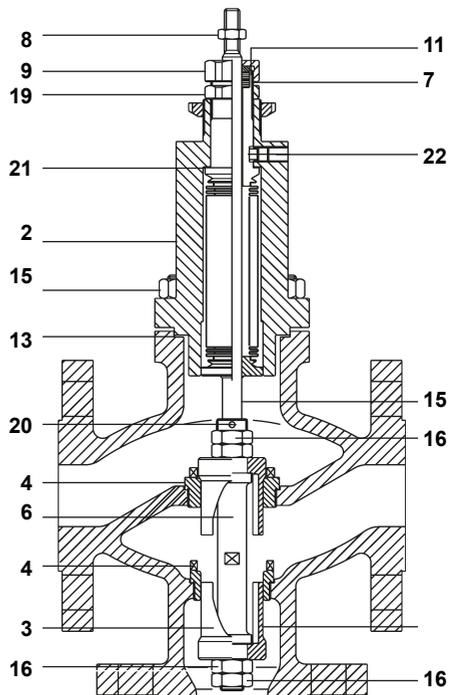

Fig. 10 - Valvola deviatrica
4.3.3 Procedura per sostituire il gruppo soffiето - stelo - otturatore e sedi - Valvole deviatrici (Fig. 10)
- c) Rimuovere il dado (8).
- d) Tenendo il distanziale (6) con una chiave piana applicata ai piani fresati, svitare il dado e controdado di bloccaggio (16) dell'otturatore inferiore (3). Nel caso i piani sul distanziale non siano facilmente accessibili, montare un controdado sull'asta (5) e serrarlo contro il dado (8), applicare la chiave e smontare il dado (16). Sfilare l'otturatore inferiore dalla sede.
- e) Rimuovere i dadi del coperchio (15). Sfilare il coperchio (2) completo dell'assieme soffiето-stelo-otturatore superiore (5).
- f) Rimuovere il dado (9) e la bussola premistoppa (11), estrarre gli anelli di tenuta (17). Svitare il dado di bloccaggio (19) del gruppo soffiето, svitare la vite anti-rotazione (22) ed estrarre il gruppo soffiето dal coperchio.
- g) Svitare e togliere la sede superiore, poi quella inferiore (4). **Nota:** per svitare le sedi occorre una chiave speciale che può essere richiesta a Spirax Sarco specificando tipo e dimensioni della valvola.
- h) Spalmare leggermente la filettatura delle nuove sedi (4) con grasso al silicone. Avvitare la sede inferiore nel corpo. Stringere con una coppia corretta (veder tab.1). Avvitare la sede superiore nel corpo. Stringere con una coppia corretta.
- i) Svitare i dadi (16) e togliere l'otturatore inferiore dal nuovo gruppo-otturatori. Inserire il nuovo gruppo soffiето con la nuova guarnizione (21) nel coperchio (2), curando di non danneggiare le spire del soffiето. Avvitare il dado di bloccaggio (19) senza serrarlo. Ruotare il gruppo soffiето fino a far coincidere la fresatura, ricavata nel terminale superiore del soffiето, con il foro della vite anti-rotazione (22). Avvitare la vite (22) fino a entrare nella fresatura senza serrarla; serrare il dado di bloccaggio (19) alla coppia indicata in tab. 1; serrare a fondo la vite anti-rotazione (22).
- j) Inserire il nuovo premistoppa (7) come descritto al paragrafo 4.3.1.